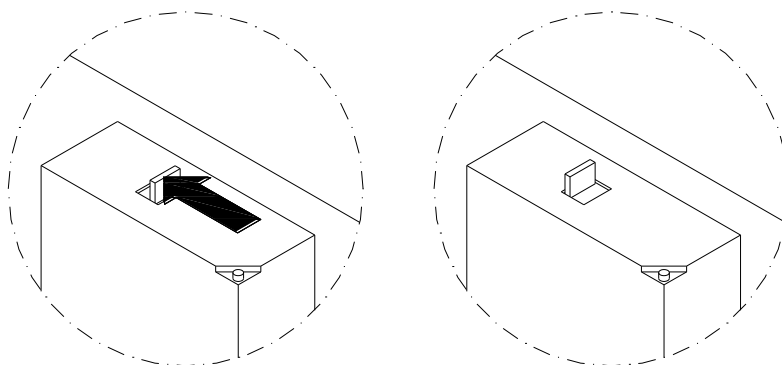

Figure 28 - Restaurando el Dispositivo de Monitorización
- restaure la condición de funcionamiento adecuado del dispositivo de monitorización como se muestra en la Figure 28